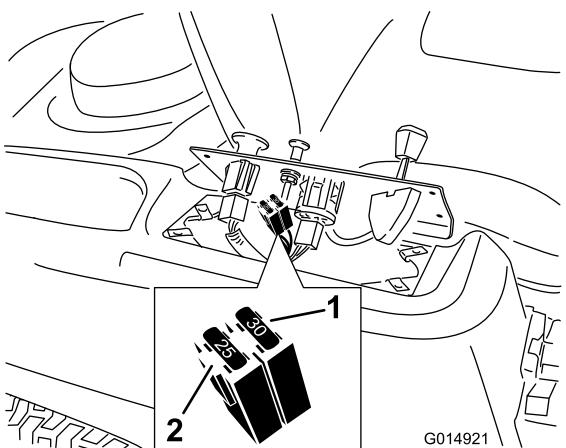

Bild 41
2. Heben Sie das Armaturenbrett an, um an den Hauptkabelbaum und den Sicherungsblock zu gelangen (Bild 41).
- Ziehen Sie die Sicherung zum Wechseln heraus (Bild 41).